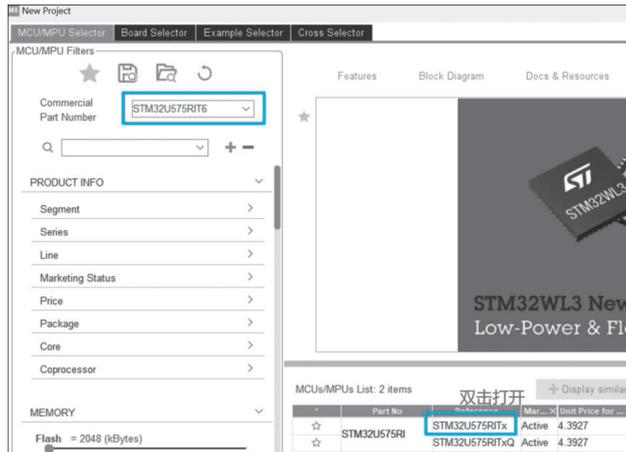

图 3.34 选择 STM32 型号
(1) 打开 STM32CubeMX,选择菜单栏的 File→New Project 命令新建一个工程。在弹出的页面中搜索对应的型号。本实验使用 STM32U575RIT6(如果使用其他型号,则搜索对应型号,然后继续后续步骤即可)。在 MCUs/MPUs List 中找到对应型号后双击打开,如图 3.34 所示。